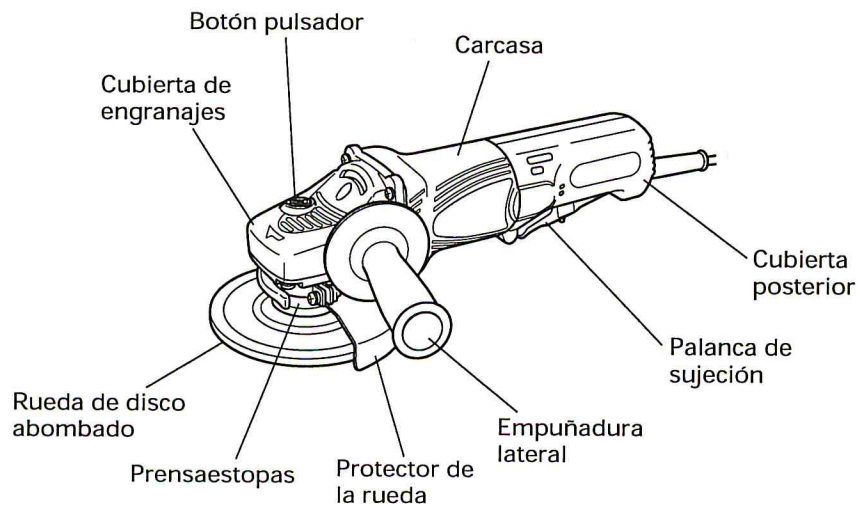

Fig.1
1. Sujete firmemente la amoladora por la empuñadura del cuerpo y la empuñadura lateral (Fig.1).